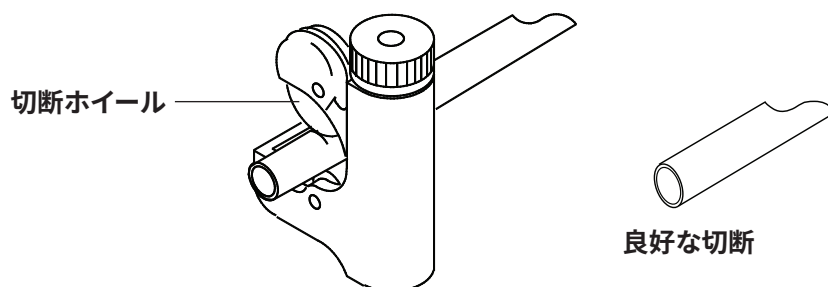

図 8. 一般的なチューブカッター
- 2 チューブカッターで配管を切断します。図 8 を参照してください。